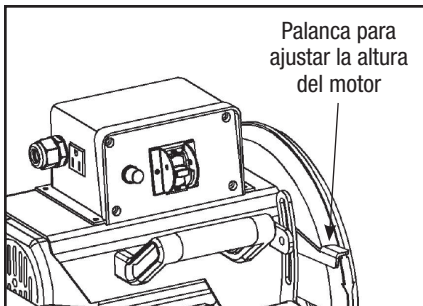

FIGURA 16
Mueva hacia arriba el *palanca para ajustar la altura de la cabeza del motor* (ver FIGURA 16), para ajustar la cabeza a una altura apropiada por debajo de la mesa superior. Después bloquee la palanca en la posición hacia abajo.
PASO 4: Afloje la *palanca para ajustar la altura de la cabeza del motor* del soporte de resorte (ver FIGURA 16), para liberar la cabeza de corte.